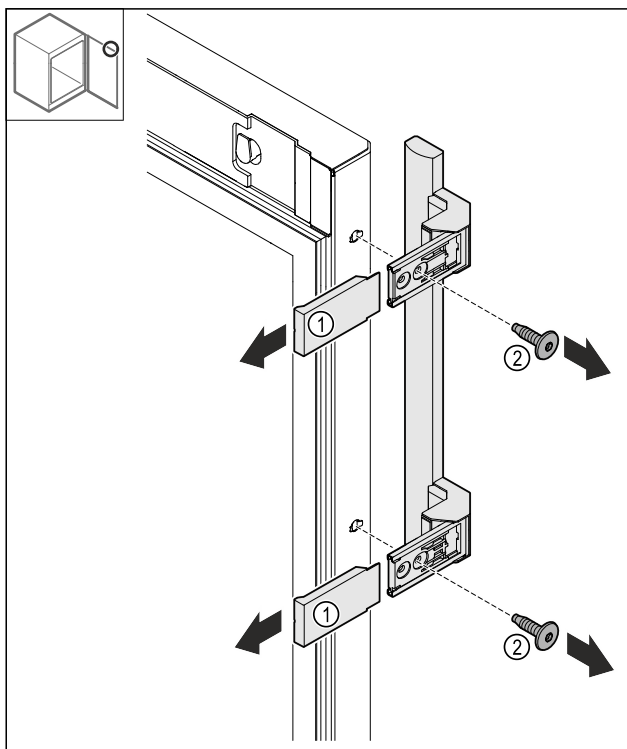

Fig. 24
- Снимите крышки Fig. 24 (1).
- Открутите винты Fig. 24 (2).